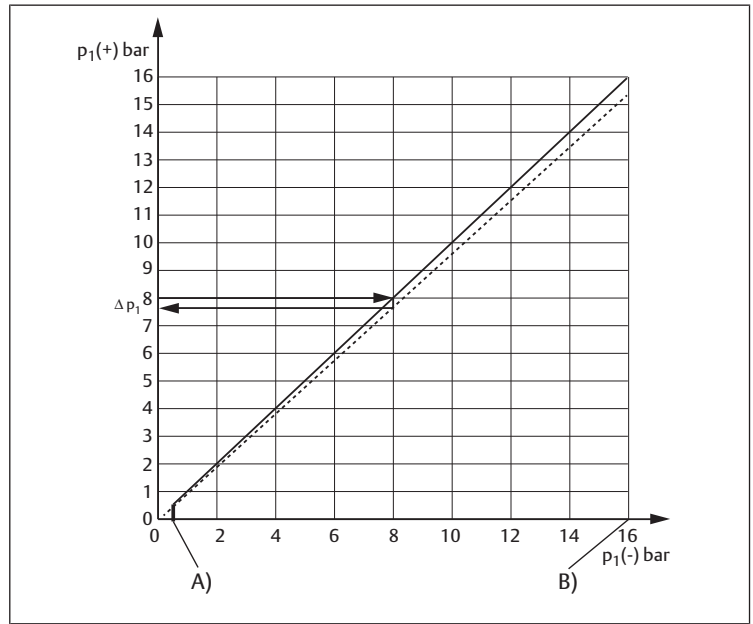

Рис. 9: Характеристическая кривая дифференциального давления включения (0,2 – 16 бар)
- От 0,2 бар до 16 бар (диапазон давлений переключения мин. 0,2 бар падающее, 0,5 бар возрастающее) (см. → Рис. 9)